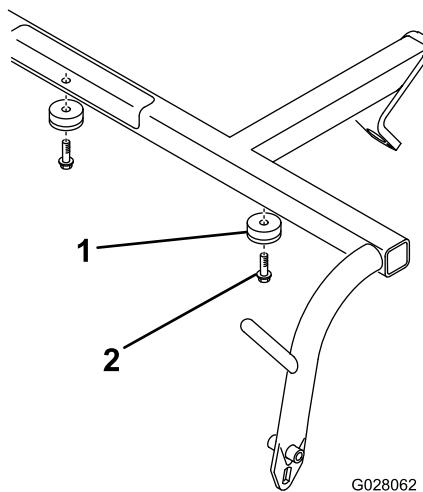

Figura 2
- Monte los 2 topes cóncavos en la parte inferior del tubo transversal de cada bastidor de arrastre con 2 tornillos autorroscantes con arandela prensada (Figura 2).